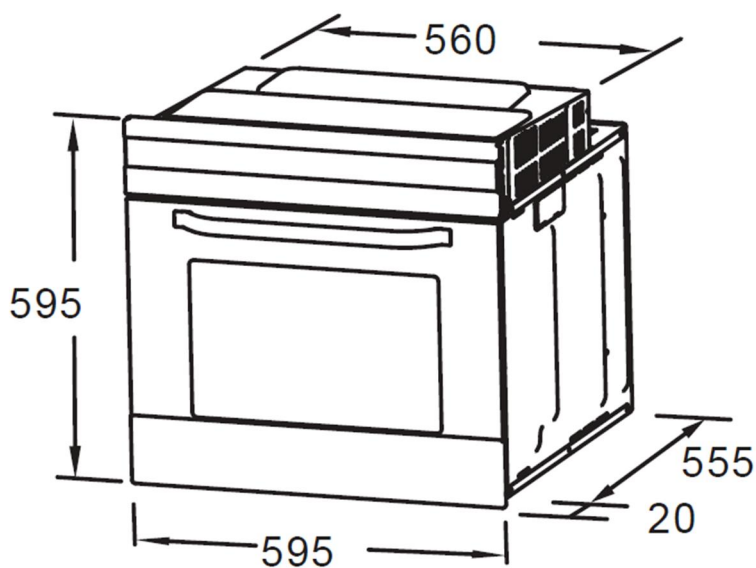
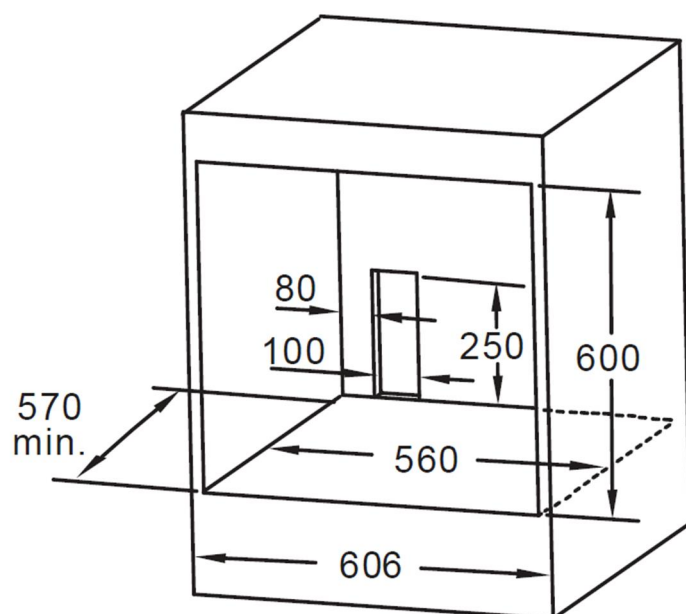

Рис.1
Рис.2
- Для нормальной работы встроенного духового шкафа размеры ниши или кухонной тумбы, куда он будет монтироваться, должны быть верными. Производите установку согласно размерам, указанным на **рис. 1** и **рис. 2**.